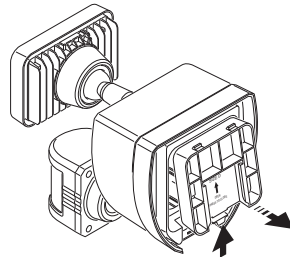

Figure 3
4. Appuyez sur la languette de blocage du couvercle du compartiment à piles, puis faites pivoter la porte vers le bas pour l'enlever (voir la Figure 3).